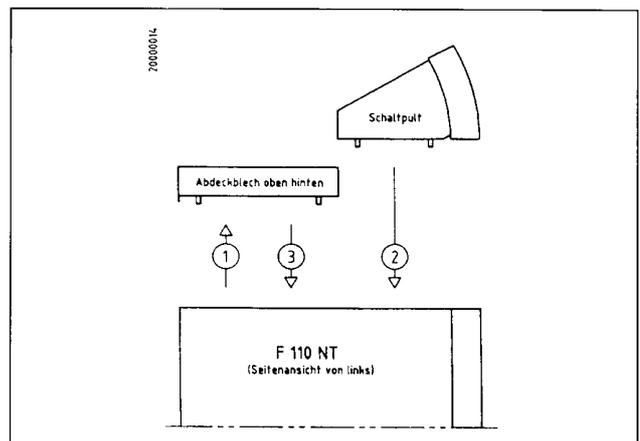

Abb. 11 Montage Schaltpult
- oberes Blech der Kesselverkleidung wieder auf den Kessel setzen und in die Kunststoffhalterung der Verkleidung eindrücken (siehe Abb. 11 Pos. 3).